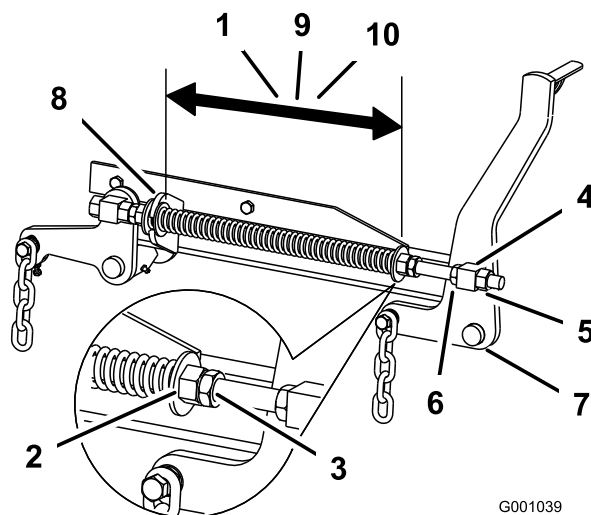

Figura 86
2. Verificate la distanza tra le 2 rondelle grandi, deve essere pari a 28,2 cm per i piatti di taglio da 132 cm, 26,7 cm per i piatti di taglio da 152 cm, o 29,2 cm per i piatti di taglio da 183 cm (Figura 86).
3. Regolate questa distanza allentando il controdado per molla e girando il dado davanti ad ogni molla (Figura 86).
4. Bloccate il dado serrando il controdado della molla (Figura 86).